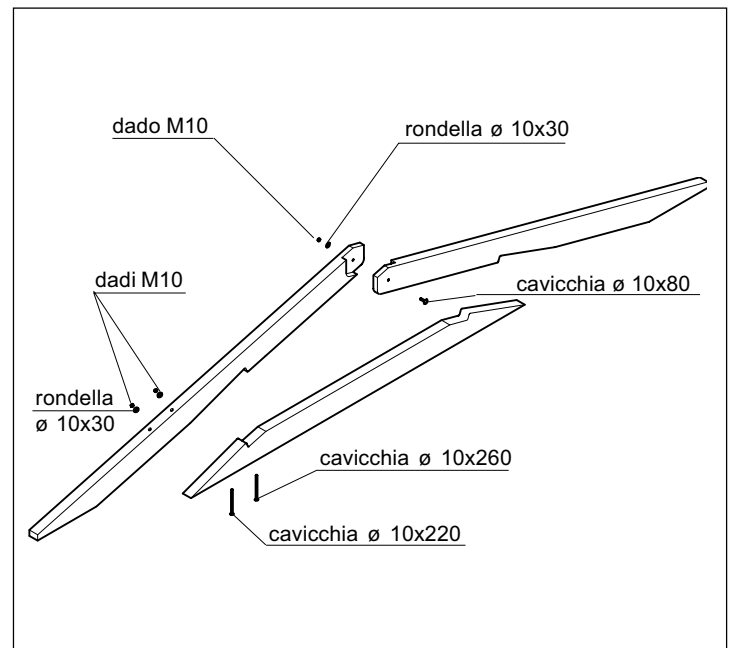

Fig. 2
- Assemblare le capriate come da Fig. 2